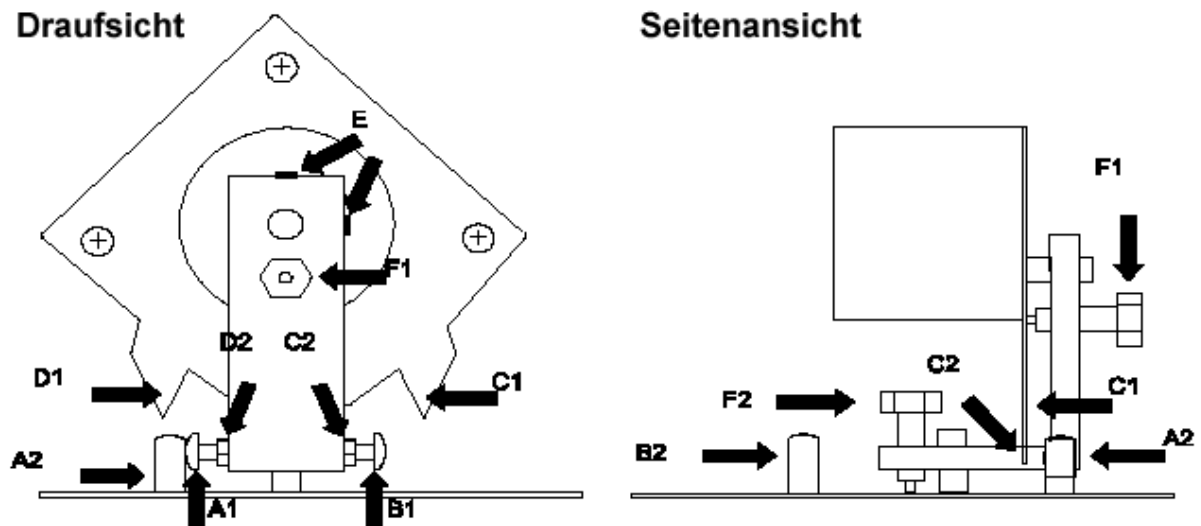

Abb.2: Justierung der Schrittmotoren
1. Bewegen Sie den Spiegel über den Controller in die linke obere Ecke, während die Justierschraube (A1) wie in Abb. 2 dargestellt am oberen mechanischen Anschlag positioniert wird.
1. Bewegen Sie den Spiegel über den Controller in die linke obere Ecke, während der obere mechanische Anschlag (C1) wie in Abb. 2 gezeigt an der Ecke des Spiegelhalters (C2) positioniert wird.
2. Lösen Sie die beiden Madenschrauben (E), mit der die Achse des Motors fixiert ist. Beachten Sie, daß der Motor nicht aus seiner vertikalen Lage verschoben wird.